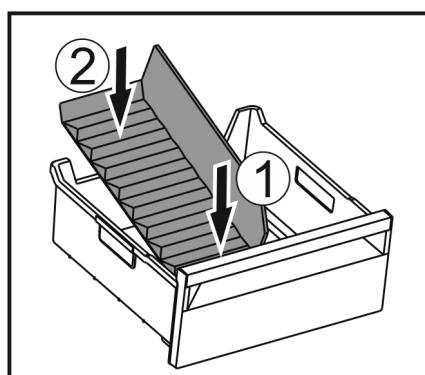

Fig. 169
- Vstavite sprednji del pregrade predala za led. Fig. 169 (1)
- Zadnji del pregrade predala za led spustite do dna predala. Fig. 169 (2)